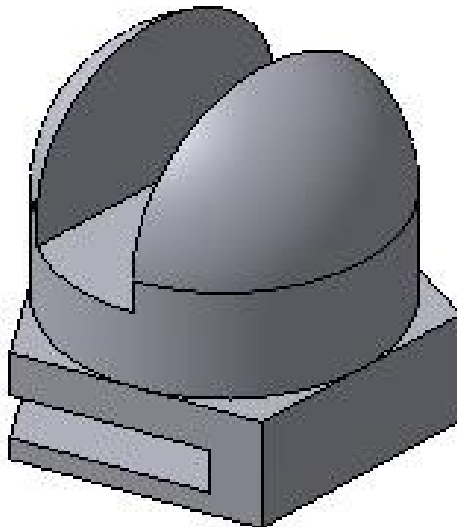

Рисунок 5.38 – Твёрдотельная модель детали
11. Отверстие и прорезь формируем с использованием команды  **Вырезать выдавливанием**. В списке **Направление выдавливания** выбираем **Два направления**, а в списке **Способ построения** – **Через все**. Конечный результат моделирования показан на рис. 5.38. Способ отображения – полутонное, с каркасом.